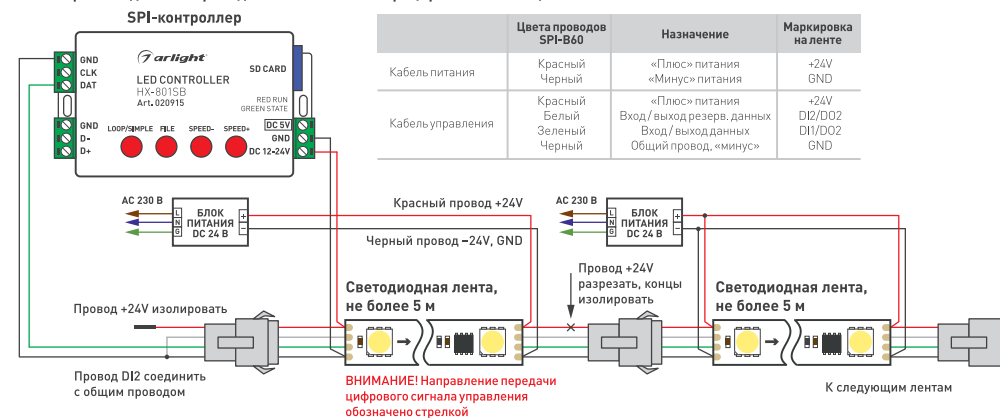

Рис. 1. Схема подключения ленты с использованием SPI-контроллера с одним выходным портом и с использованием отдельных блоков питания.
- Подключите ленту в соответствии со схемой (рис. 1). Соблюдайте полярность подключения и направление передачи сигнала (вход / выход). Обращайте внимание на маркировку, нанесенную на печатную плату, и на цвета соединительных проводов.
- Подключите ленту согласно схеме [рис. 1].